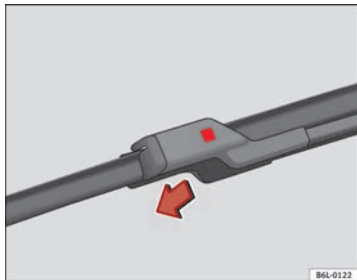

Abb. 131 Auswechseln der Scheibenwischerblätter
- Drücken Sie den Sicherheitsknopf ein → Abb. 131.